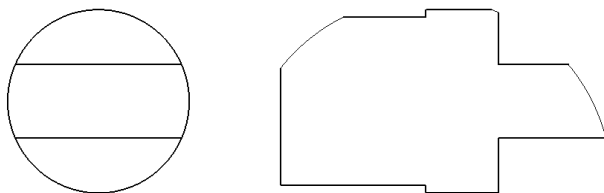

图 11-38 创建剪裁视图效果
(4) 执行操作后，即可创建剪裁视图，效果如图 11-38 所示。